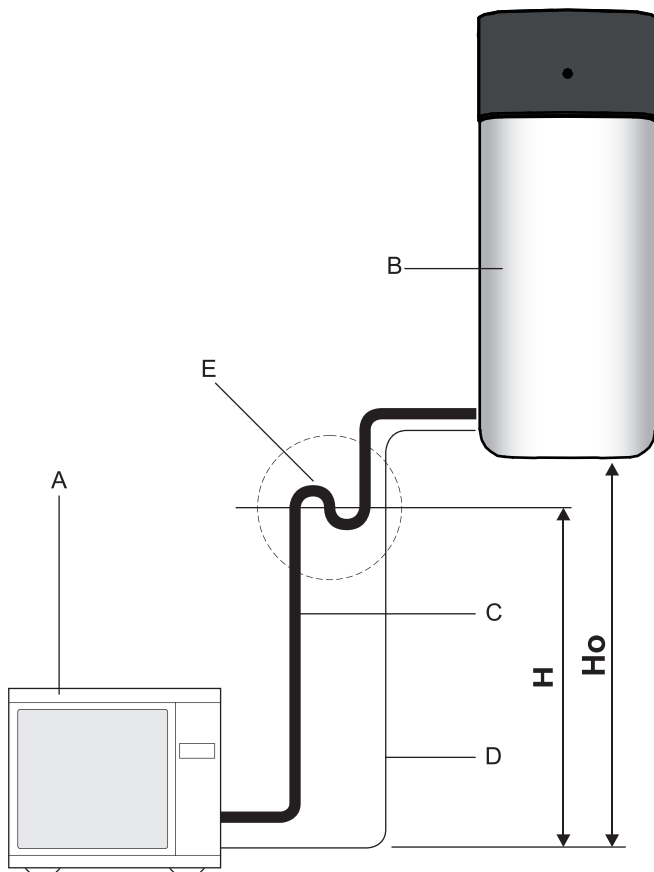

Bild 14-46 Ölfangbogen Kältemittelleitung
- Erforderlich, wenn Daikin Altherma EHS(X/H) nicht ebenerdig zum Wärmepumpenaußengerät installiert wird (Bild 14-46, HO ≥ 10 m).
- Mindestens ein Ölfangbogen muss für alle 10 m Höhenunterschied installiert werden (Bild 14-46, H = Abstand von Ölfangbogen zu Ölfangbogen).
Tab. 14-9 Legende zu Bild 14-46